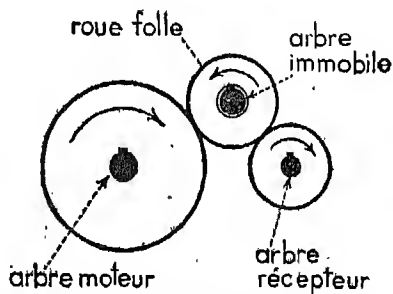

Fig. 6. — Pour que l'arbre récepteur tourne dans le même sens que l'arbre moteur, il suffit d'intercaler une roue folle sur un arbre immobile.
b) il suffit d'intercaler une troisième roue entre les deux précédentes pour que leurs arbres tournent dans le même sens. Cette troisième roue est montée folle sur un arbre immobile (fig. 6).